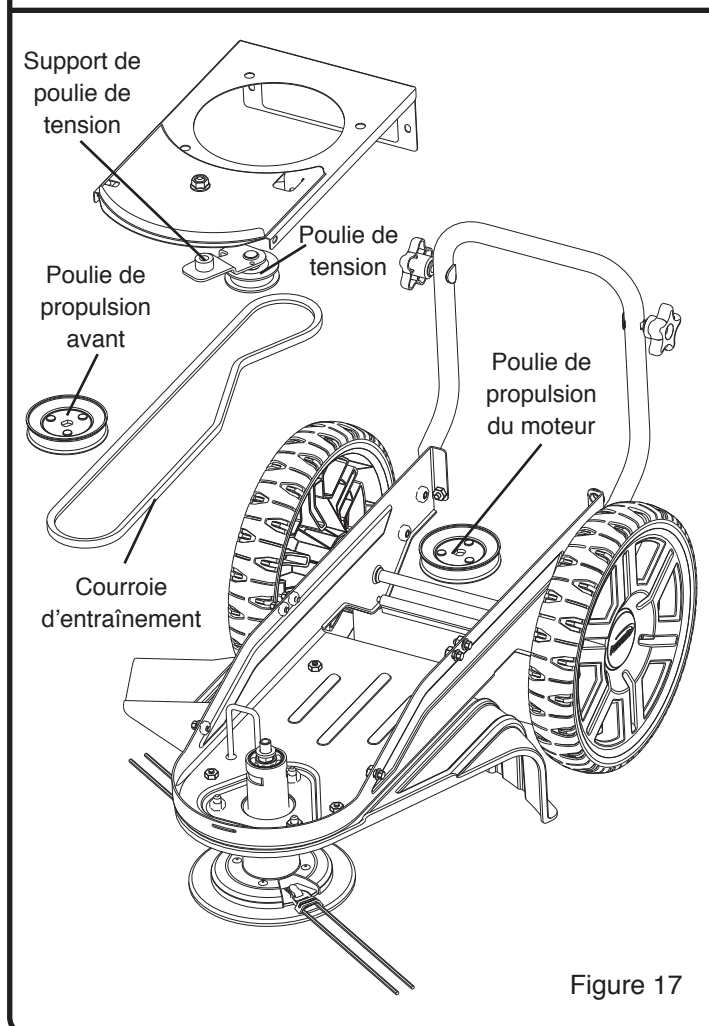

Figure 17
5. Retirez l'écrou à embase maintenant en place la poulie de tension au support de la poulie de tension. (Voir Figure 17)
9. Vérifiez la direction de la courroie d'entraînement. Assurez-vous que la courroie d'entraînement est située à l'intérieur de tous les guides de courroie et que la courroie n'est pas tordue. (Voir Figure 17)